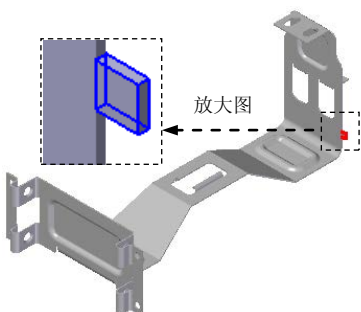
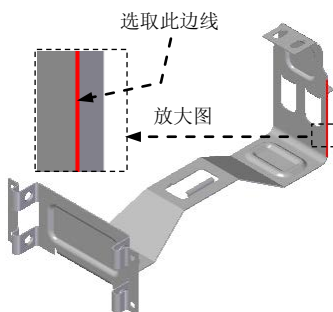

图 8.11.77 轮廓弯边特征 1
图 8.11.78 选取路径
Step36. 创建图 8.11.77 所示的轮廓弯边特征 1。
(1) 选择命令。单击“主页”功能选项卡中“钣金”工具栏中的“轮廓弯边”按钮.
(2) 定义特征的截面草图。
① 选取路径。在系统的提示下，选取图 8.11.78 所示的模型边线为路径，在“轮廓弯边”命令条中的 **距离(D)** 文本框中输入值 12，并按 Enter 键，进入草图绘制环境。